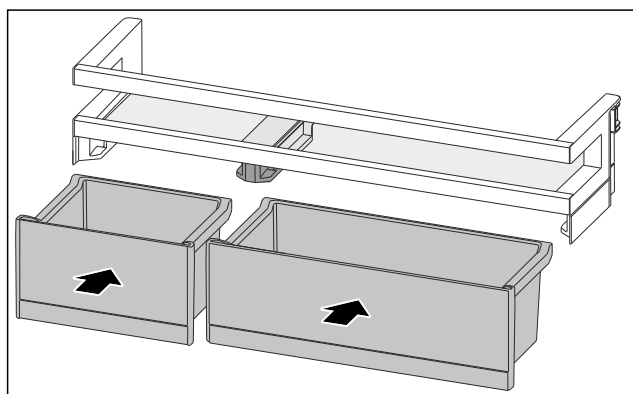

Fig. 197
- Umetnite kutije VarioBox izmijenjenim redoslijedom. (pogledajte Fig. 197)